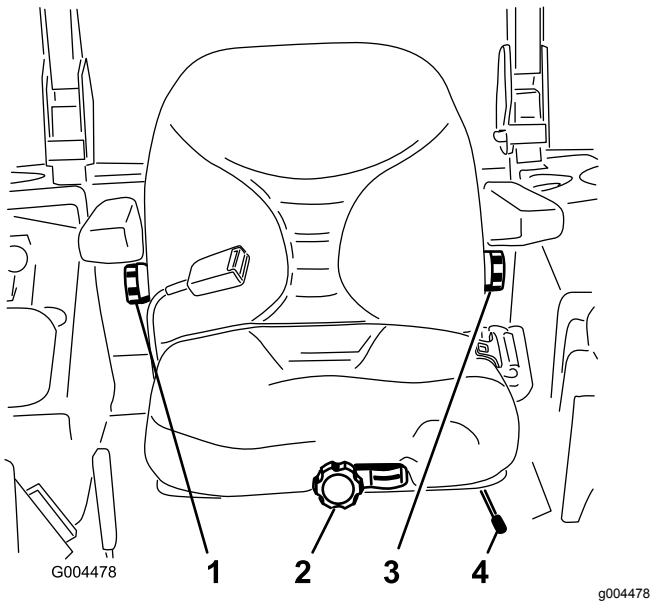

图14
1. 要调整座椅请侧向移动控制杆打开座椅的锁定图14。
不要坐在座椅上将前方的旋钮向任一方向旋转以提供最佳的舒适性图14。
要调节座椅靠背可向任一方向旋转位于右侧扶手下方的旋钮以提供最佳的舒适性图14。
要调节座椅靠背可向任一方向旋转位于左侧扶手下方的旋钮以提供最佳的舒适性图14。